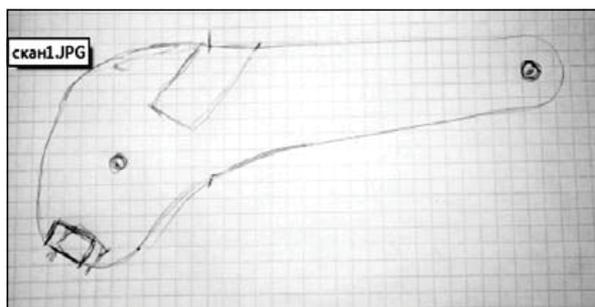

Рис. 33. Контур объекта
1. Обвести деталь на листе бумаги. Нарисовать необходимые выемки. Набросать центры отверстий и нужные детали (рис. 33).